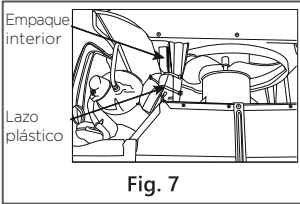

Fig. 7
- J. Su unidad puede venir con un empaque interior. Este empaque debe retirarse antes de instalar de vuelta el acondicionador de aire en el gabinete. (véase la Fig. 7).